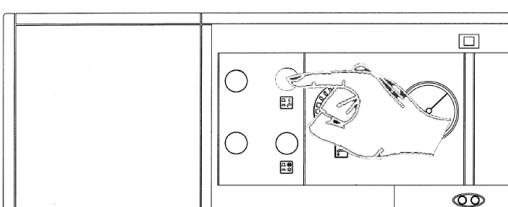

Рис. 4.4
- нажмите кнопку включения бойлера и убедитесь в том, что загорелся зеленый световой индикатор (рис. 4.4)